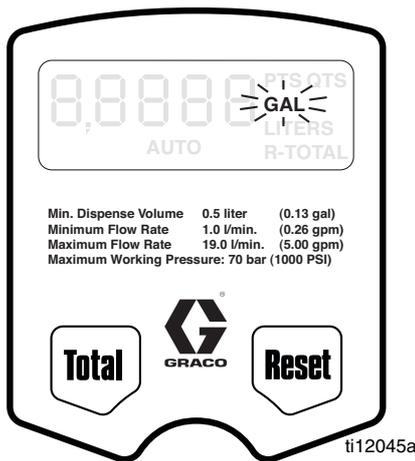

ABB. 12
b. Drücken Sie die Zurücksetzen Taste und halten Sie diese niedergedrückt, um die Einheiten des Dosierungsmenüs anzuzeigen. Wenn dieses Menü angezeigt wird, blinkt die zuletzt eingestellte Einheit für die Dosierung auf dem Bildschirm (ABB. 12).
Dosierungseinheiten (ABB. 12)